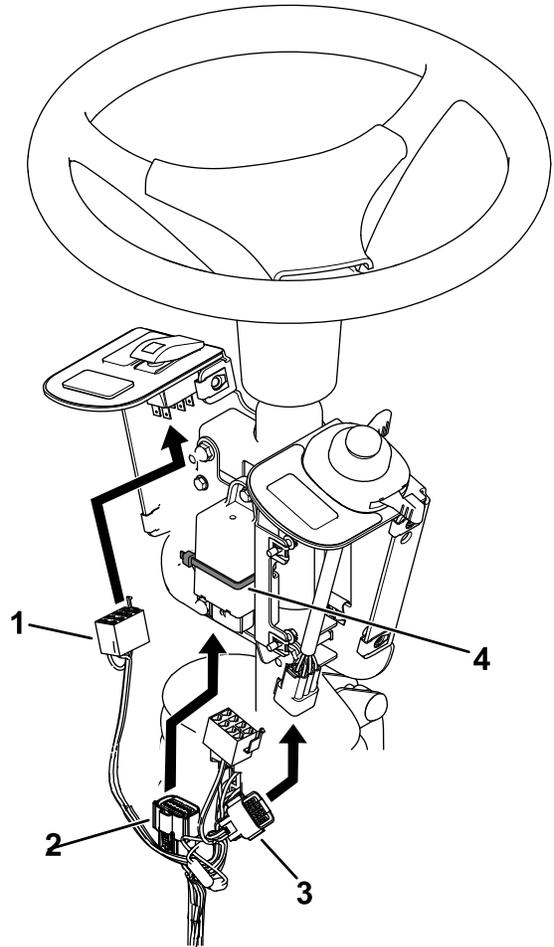

Figura 7
5. Fije el intermitente con una brida (**Figura 7**).
6. Enchufe el arnés en el interruptor basculante y el interruptor multifunción (**Figura 7**).
7. Enchufe el arnés de cables en el intermitente (**Figura 7**).